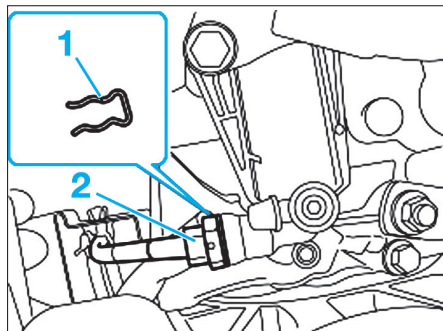

Fig. 14
- Déposer l'agrafe (1) et débrancher le tuyau reliant l'actionneur à l'amortisseur anti vibrations (2) (Fig.14).